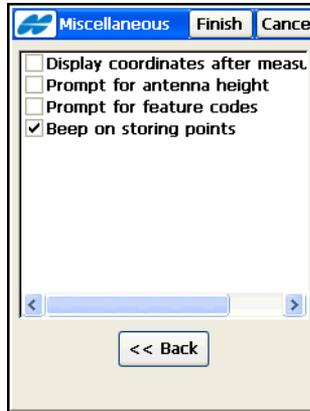

Abbildung 4-28. Verschiedenes
18. Wählen Sie im Bildschirm *Verschiedenes* (Abbildung 4-28 auf Seite 4-23) die erforderlichen Optionen, um die Benutzeroberfläche für GPS-Messungen anzupassen: berechnete Koordina-